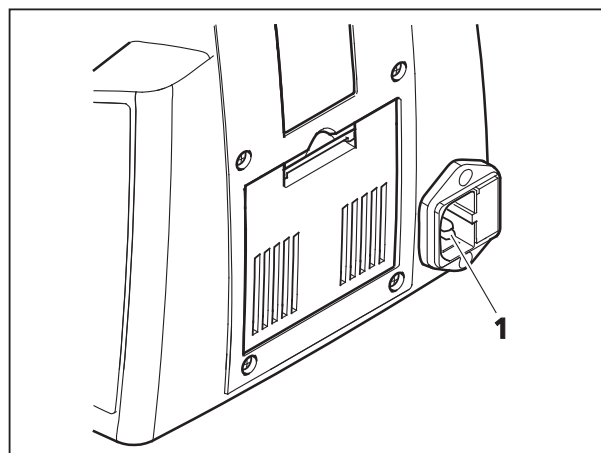

Fig. 3-29 Branchement de l'alimentation au dos du statif
- Raccordez la prise de courant (Fig. 3-29/1) du microscope à une prise de secteur au moyen d'un câble d'alimentation.